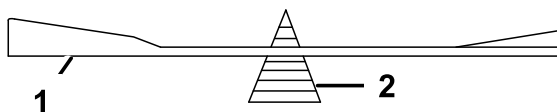

Bild 56
2. Prüfen Sie die Auswuchtung des Schnittmessers auf einer Ausgleichsmaschine (Bild 56).